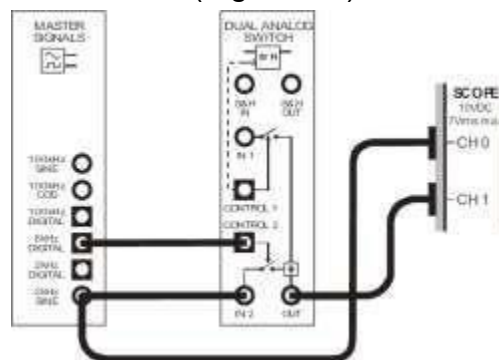

Figura 4.1
1. Conectar una onda 2KHz Sine en la entrada 2 del DUAL ANALOG SWITCH MODULE y una onda 8KHz Digital al control 2 (Figura 4.1).